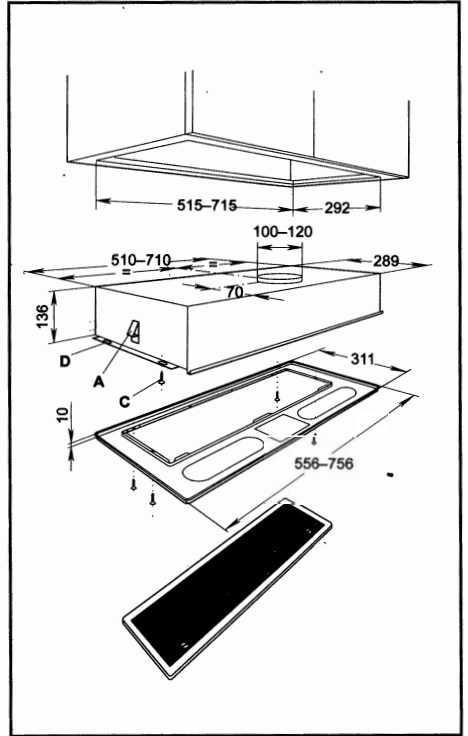

Fig. 5
Pour la version à évacuation vers l'extérieur, le tuyau d'évacuation doit avoir un diam. de 120 mm. (\varnothing 100 mm pour hotte avec un moteur) conformément aux dimension indiquées à la fig. 5 et doit être en matière autoextinguible.
- d) Pour finir, fixez la hotte au moyen des 4 vis de fixation **C**, sur le châssis de support du couvercle (fig. 5).